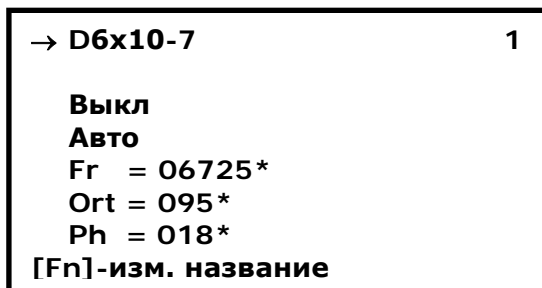

Рис. 34
- Рис. 34). В этом меню доступны следующие настройки: